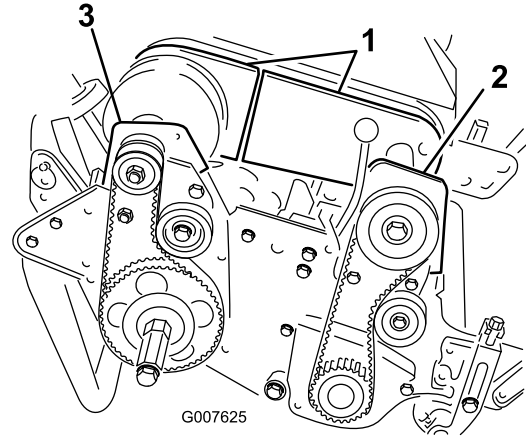

Bild 41
- Nehmen Sie die Schrauben ab, mit denen die vorderen und hinteren Teile der Differentialabdeckung am Differentialgehäuse befestigt sind. Schieben Sie dann die Abdeckungsteile weg, um den Riemen zugänglich zu machen (Bild 41).
- Nehmen Sie die zwei Schrauben und die Sicherungsmuttern ab, mit denen das vordere Kupplungsgehäuse an der Seitenplatte befestigt ist (Bild 41).
- Nehmen Sie die zwei Schrauben und die Sicherungsmuttern ab, mit denen das rechte hintere Lagergehäuse an der Seitenplatte befestigt ist (Bild 41).